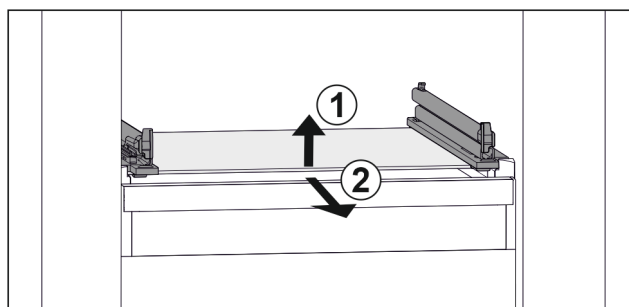

Fig. 74 Rappresentazione esemplificativa del ripiano in vetro
- ▶ Sollevare il ripiano in vetro dal davanti. Fig. 74 (1)
- ▶ Rimuovere il ripiano in vetro tirando in avanti. Fig. 74 (2)